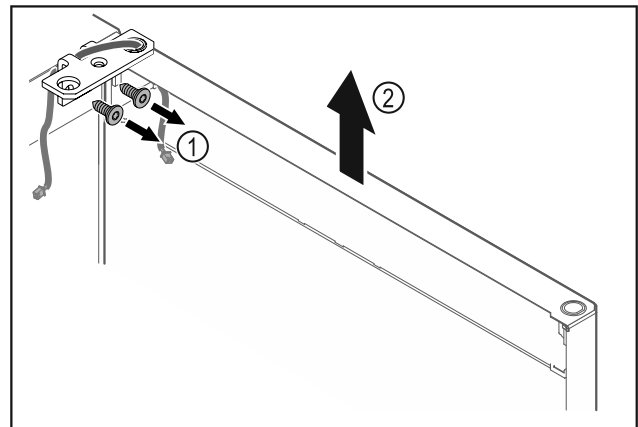

Fig. 15
- ▶ Atsukite šarnyrinį kamputį Fig. 15 (1).
- ▶ Duris, įsk. šarnyrinį kamputį Fig. 15 (2), pakelkite maždaug 200 mm tiesiai į viršų ir nuimkite.